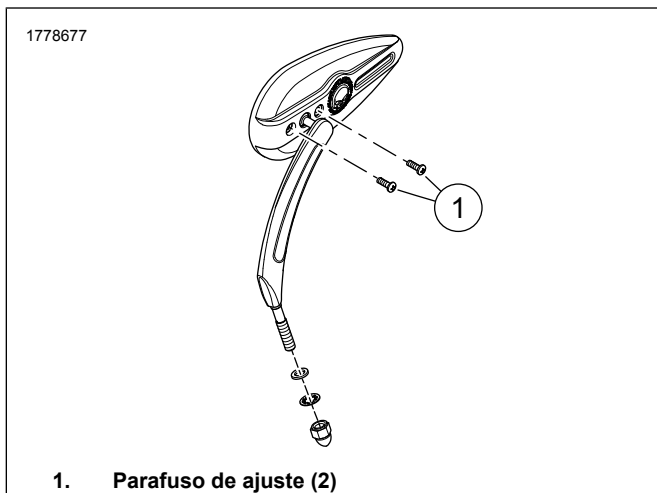

Figura 4. Parafusos de ajuste de tensão do pivô
1. Veja a figura 4. Ajuste a tensão do pivô.
- a. Aperte aos poucos os parafusos de ajuste (1). Aperte.